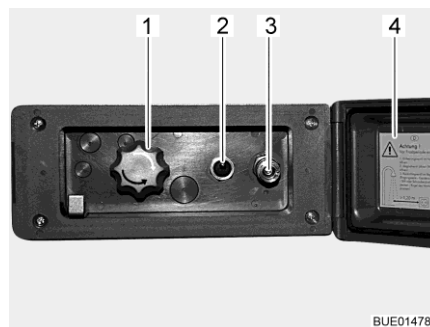

Bild 107 Duschanschluss außen
- Deckel (Bild 107,4) entriegeln und öffnen.
- Schlauch der Außendusche am Schnellverschluss (Bild 107,3) anschließen.
- Wasserpumpe mit Schalter (Bild 107,2) einschalten.
- Wassertemperatur mit Drehknopf (Bild 107,1) nach Wunsch einstellen.
- Wasserpumpe mit Schalter (Bild 107,2) ausschalten.
- Deckel (Bild 107,4) schließen und mit Schlüssel verriegeln.
- Drehknopf (Bild 107,1) auf Mittelstellung stellen.